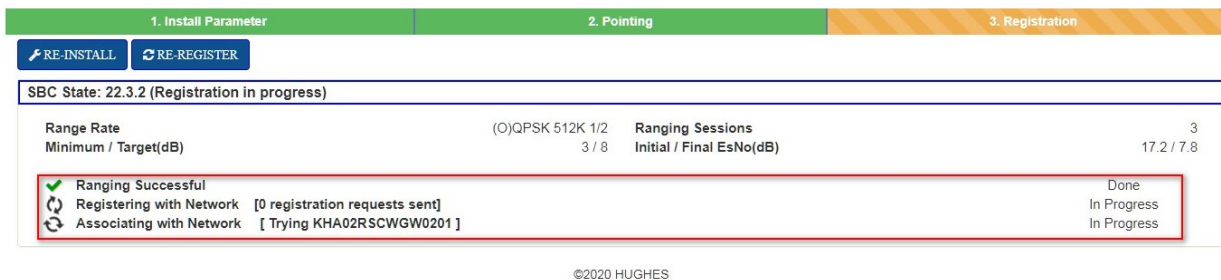

Рисунок 48. Вкладка «Registration»
2. После перехода на вкладку «Registration» модем подстраивает мощность на передачу, загружает ключи для расшифровки трафика и ассоциируется с сетью оператора (рисунок 48).